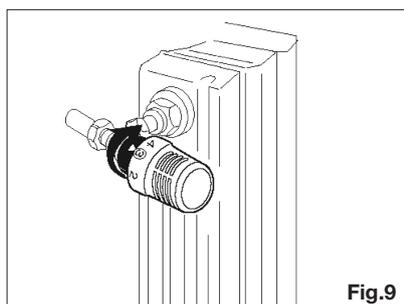

Fig.9
- 4) enrosque manualmente el casquillo niquelado hasta el tope (**Fig.9**).